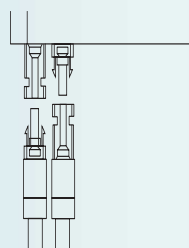

Fig. 12
■ Conectar la polaridad positiva a los bornes (+) de la entrada de corriente continua y la polaridad negativa a los bornes (-) (Fig. 12).